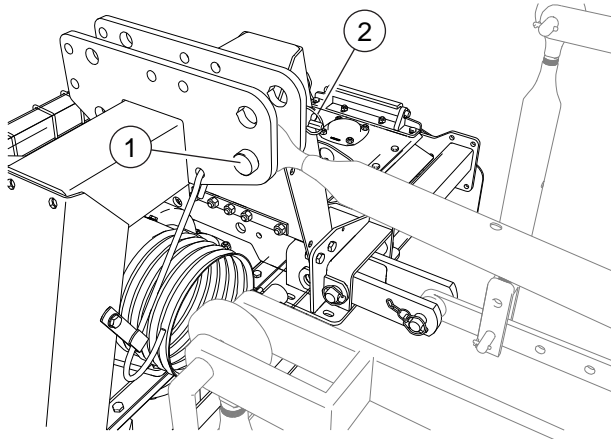

FIG. 25
- Dirigir el tirante del elevador hacia el enganche tripuntal (“Fig. 25”). Regular el tirante de modo que la máquina quede ubicada en el terreno. Insertar el perno de enganche (1). Fijar el perno con el pasador a broche (2) en dotación.